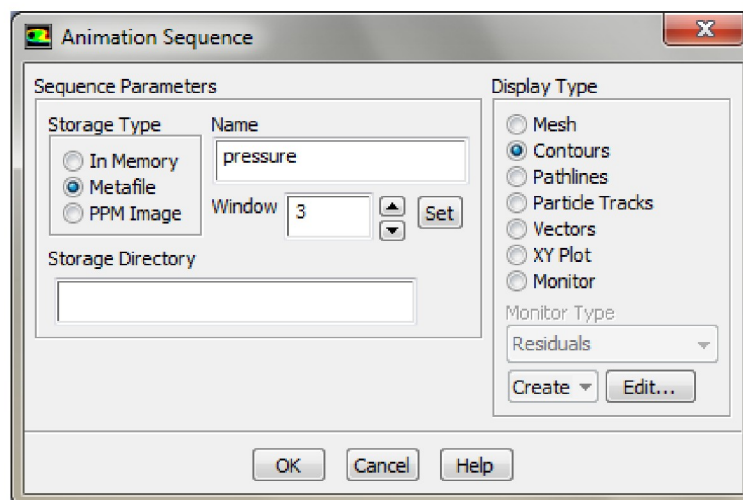

Рисунок 2.35 – Меню параметров анимации
- В опции вида отображения расчетных данных *Display Type* следует выбрать *Contours* (рисунок 2.35). После этого следует нажать для последующей настройки клавишу *Edit*.